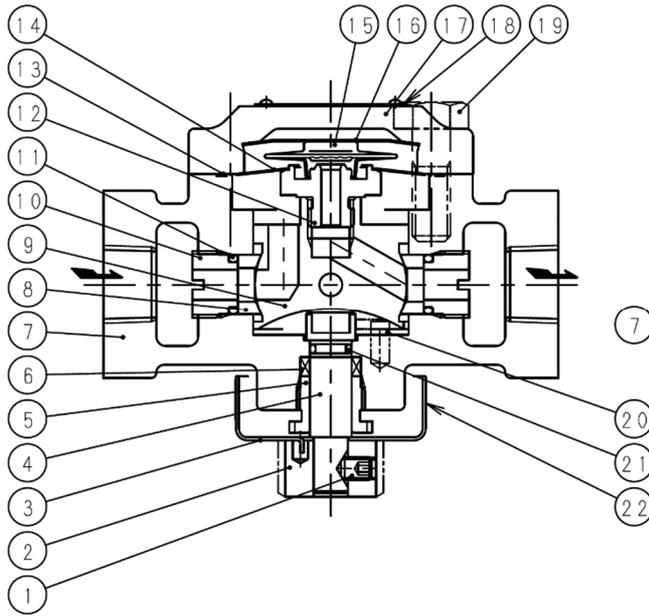
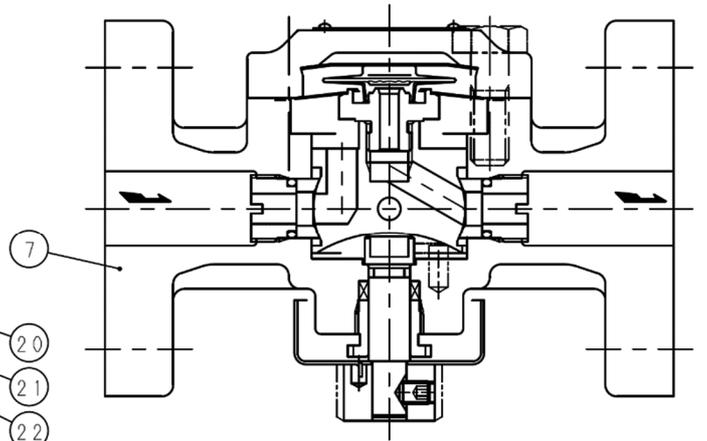

図1 HBS20型(ねじ込み形)
図2 HBS20型(フランジ形)
2. 図2~4で部番のない部品の名称は、図1と同じです。
3. 図1~4は、トラップ作動の状態を示します。